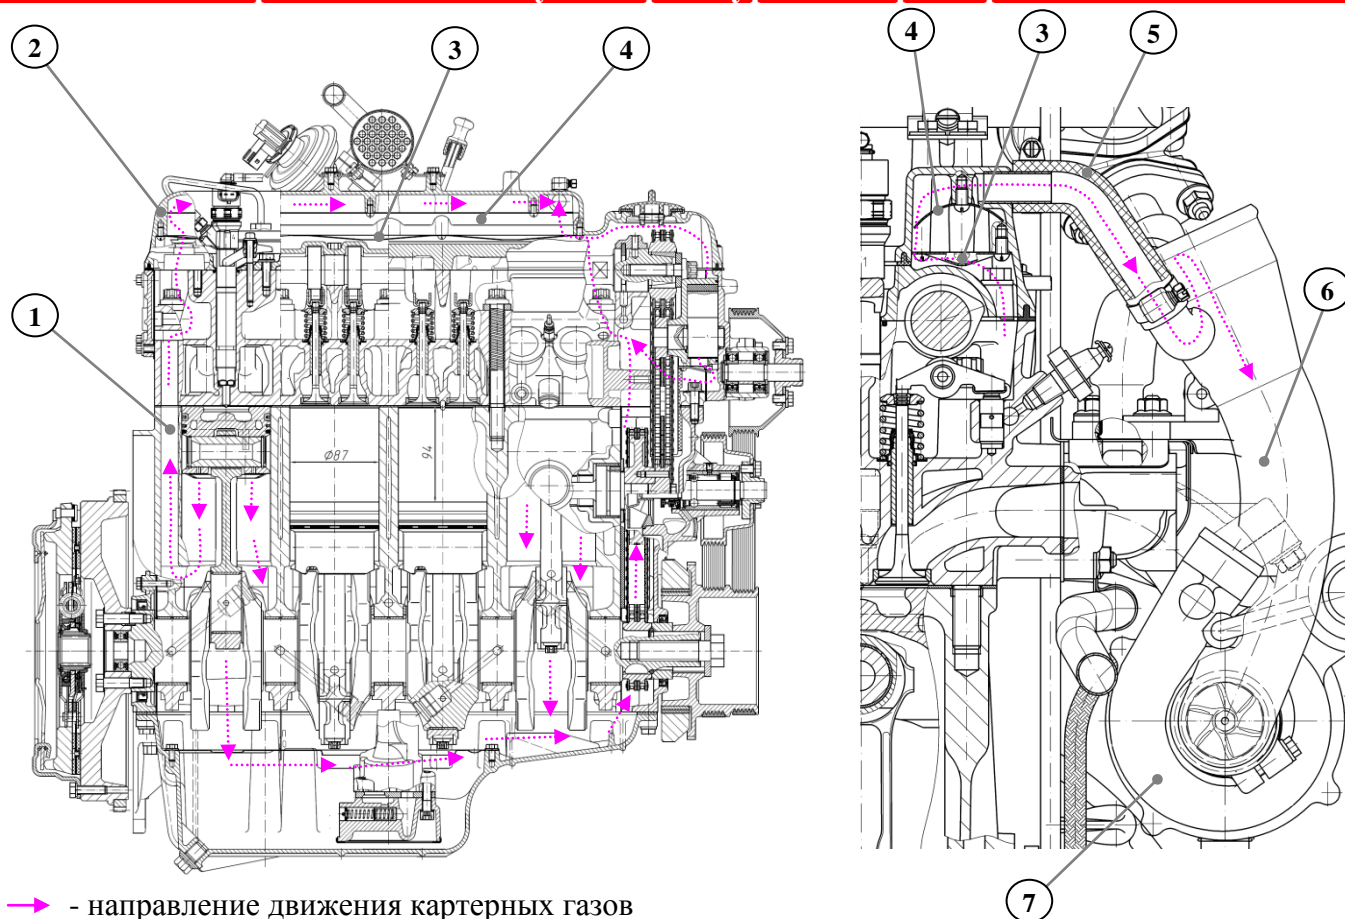

Рис.42. Система вентиляции картера:
**Система вентиляции картера** (рис.42) – закрытого типа, действующая за счёт разрежения во впускной системе. Маслоотражатель 4, закреплённый на крышке клапанов 2, делит пространство в крышке клапанов, закрытое крышкой маслоотделителя 3 на две зоны: нижнюю, содержащую смесь масляного тумана и картерных газов, и верхнюю, где преобладают осушенные картерные газы.